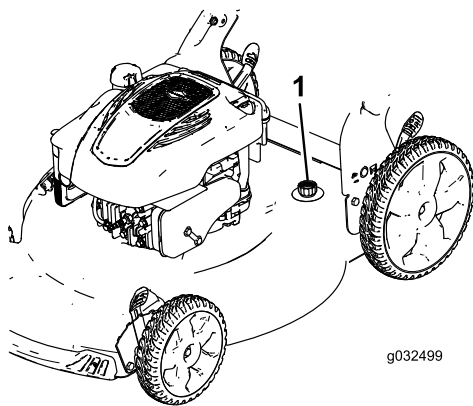

Figura 29
- Conecte una manguera de jardín que esté conectada a un grifo al orificio de lavado (Figura 29).